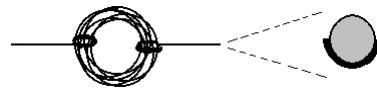

Abb.5: Entfernen der Isolation
- Die obere Hälfte der Isolierung der beiden geraden Drahtstücke mit einem scharfen Messer oder Cutter abkratzen. Es ist **wichtig**, daß nur die obere Hälfte entfernt wird (Abb.5).